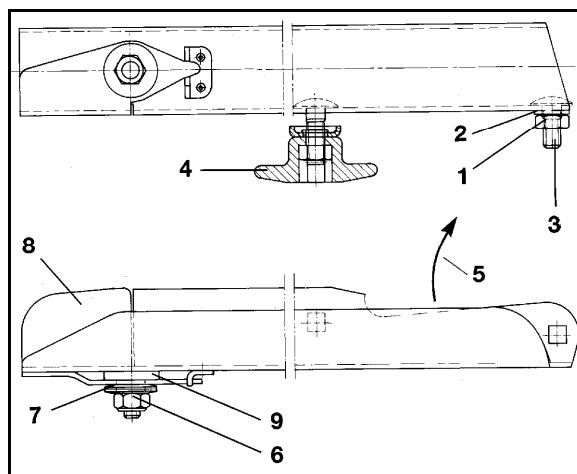

Рис. 52
1. Отвинтите самостопорящуюся гайку (латунь CuZn) (Рис. 52/6) и снимите все тарельчатые пружины (Рис. 52/7).
2. Замените поворотную пластину (Рис. 52/8).
Обращайте внимание на пластиковую шайбу (Рис. 52/9) между распределяющей лопастью и поворотной пластиной.
4. Затяните самостопорящуюся гайку (Рис. 52/6) с крутящим моментом 6 - 7 Нм, так чтобы поворотная пластина могла еще проворачиваться рукой, но при эксплуатации не смещалась вверх самостоятельно.